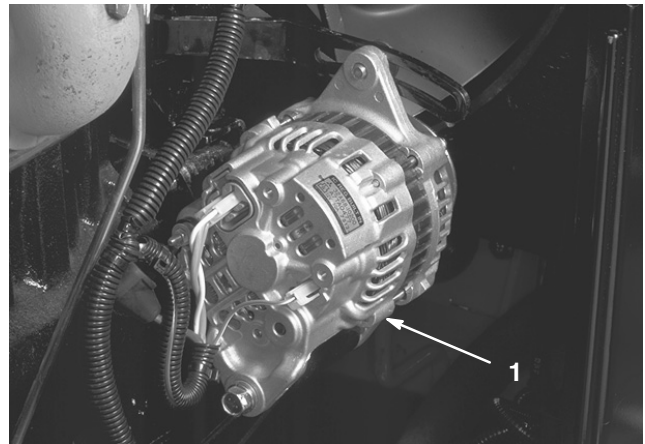

Bild 44
4. Prüfen Sie alle 100 Betriebsstunden den Zustand und die Spannung des Lüfterriemens (Bild 44). Wechseln Sie den Riemen ggf. aus, wenn sich der Zustand des Riemens verschlechtert. So prüfen und stellen Sie die Spannung ein:
D. Lösen Sie die drei Schrauben, mit denen die Lichtmaschine an der Platte und der Befestigungshalterung befestigt ist (Bild 44). Drehen Sie die Lichtmaschine vom Motor weg, um die Spannung zu erhöhen, und ziehen Sie die Schrauben fest. Prüfen Sie die Riemenspannung nach der Einstellung und nehmen Sie ggf. weitere Einstellungen vor.